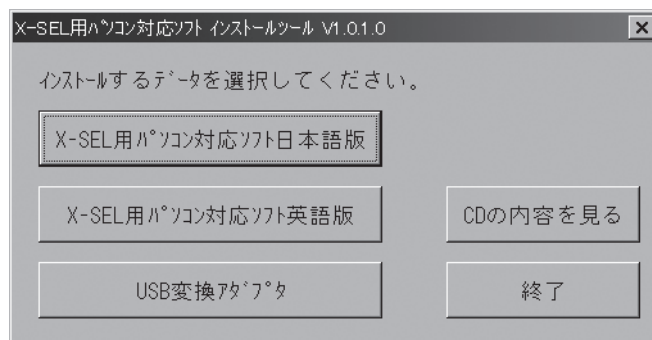

図 1.9 インストールするデータ選択画面
- ① CD-ROM ドライブに本ソフトの CD-ROM を挿入します。
- ② インストールするデータ選択画面 (図 1.9) が表示されます。
最後に、データ選択画面(図 1.9)の終了をクリックしてください。データ選択画面(図 1.9)が消えます。